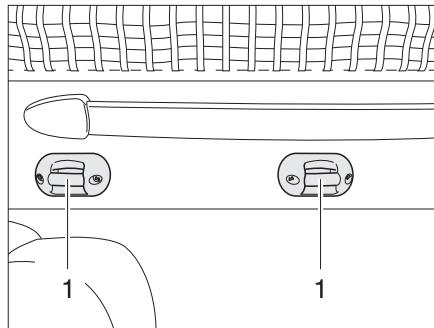

Fig. 174 Supporto scaletta di accesso
- Agganciare la scaletta di accesso al letto basculante con i due archetti incorporati nelle grappe (Fig. 174,1).